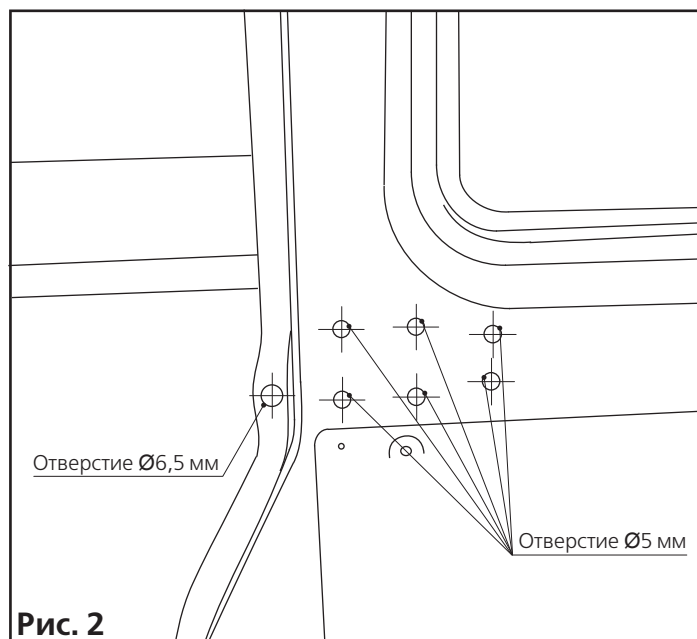

Рис. 2
Закройте/откройте дверь несколько раз. Используя след, оставленный контактами на стойке, сделайте разметку и выполните отверстие $\text{Ø}20$ мм (рис. 2).
Закрепите неподвижную группу контактов саморезами 3,5x16 из метизного пакета (рис. 2).
Просверлите по разметке отверстие $\text{Ø}6,5$ мм для винта. Просверлите по отметке отверстия $\text{Ø}5$ мм для заклёпок (рис. 2).
3.3.2 Закрепите тягу привода замка двери на рычаге замка двери при помощи кольца стопорного d4 из метизного пакета (рис. 2).
3.3.3 Штатный тросик подсоедините к рычагу привода замка двери, а его рубашку закрепите на корпусе привода замка двери (рис. 2).